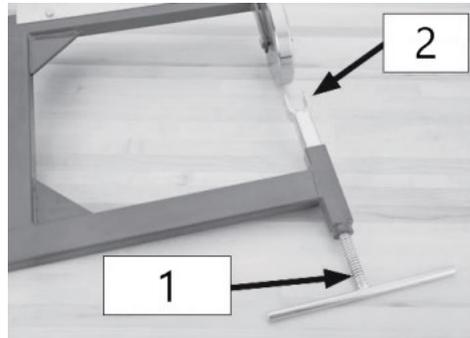

Fig. 6 – Vis de réglage inférieure montée
3. Posez le cadre par terre et vissez la vis de réglage inférieure dans le cadre en face du logement de cylindre (voir fig. 6).